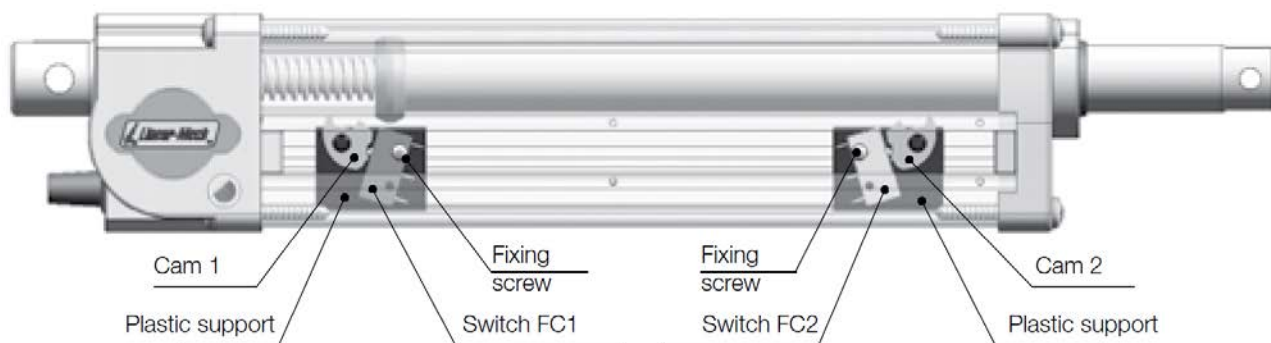

Abbildung 6.1 - Hub-Endschalter FC2
- Lösen Sie die Schrauben (1) der Abdeckung der Endschalter.
- Entfernen Sie die Abdeckung (2): Ziehen Sie zuerst Seite A (Schubstangenseite) und anschließend Seite B (Getriebeseite) heraus.
- Lösen Sie die Befestigungsschraube des Schalters (siehe Abb. 6.1).